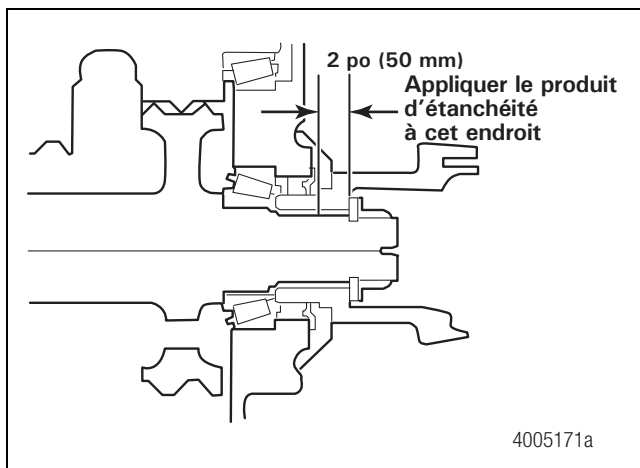

Figure 6.22
- Avant d'installer la chape, retirer tous les résidus de Silastic des cannelures. Appliquer un cordon de frein filet Loctite® 732 de 1/8 po (3 mm) sur une longueur de 2 po (50 mm) autour du périmètre des cannelures de la chape. Figure 6.22.